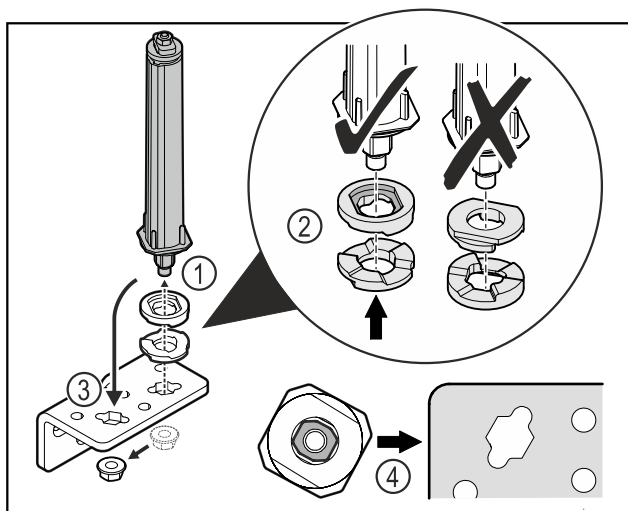

Fig. 52
- ▶ Odkręcić nakrętkę i wyjąć system blokujący drzwi Fig. 52 (1).
- ▶ Zwracać uwagę na prawidłowe ustawienie podkładek do regulacji wysokości Fig. 52 (2).
- ▶ Przełożyć system blokujący drzwi w zawiasie i zamocować nakrętką Fig. 52 (3).
- ▶ Przy wkładaniu zwracać uwagę na prawidłowe ustawienie systemu blokującego drzwi Fig. 52 (4).